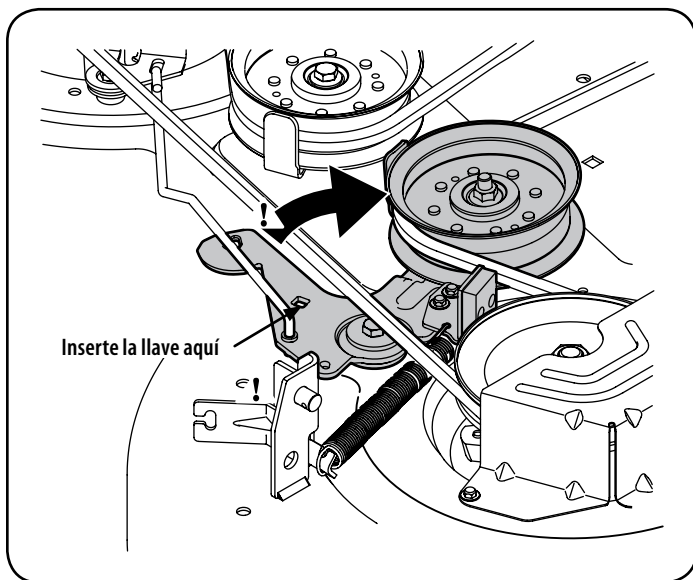

Figura 27
- f. Trabajando en el lado derecho del tractor, inserte una llave de trinquete de 3/8", regulada para ajustar, en el orificio cuadrado del soporte intermedio. Vea la Figura 27.